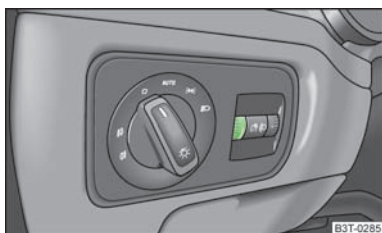

Fig. 35
- Rotiți butonul rotativ » fig. 35 pe intensitatea dorită a iluminării instrumentelor de bord.